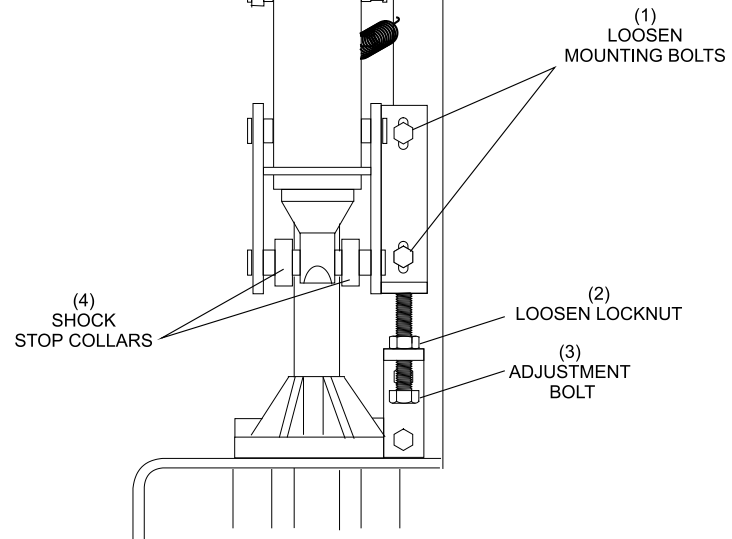

Abbildung 5-42. Einstellen der Hubbegrenzungshalterung
- e. Heben Sie den Stelltisch von der Hubbegrenzungsplatte an, falls eine Einstellung vorgenommen werden muss. Lockern Sie die Gegenmuttern am vertikalen Bolzen der Hubbegrenzungshalterung und lockern Sie die zwei Befestigungsschrauben wie in *Abbildung 5-42* abgebildet. Heben oder senken Sie die Hubbegrenzung nach Bedarf. Wiederholen Sie die Schritte a-d, bis ein Abstand von 3 bis 5 mm erreicht ist.
- (1) BEFESTIGUNGSSCHRAUBE